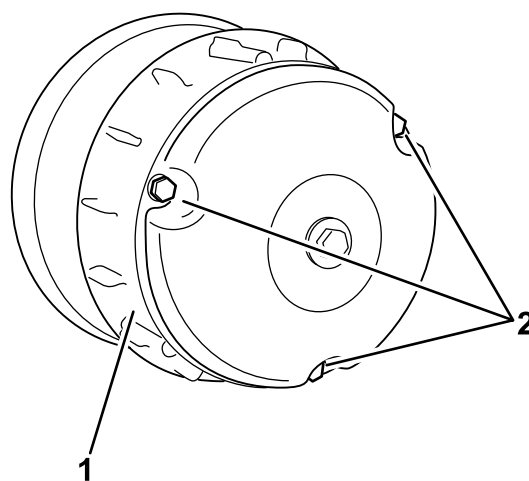

Figura 61
- Instale la tapa del embrague, fijándola con los 3 pernos (Figura 61) que retiró en 2.
- Retire los 3 pernos que sujetan la cubierta al embrague, y retire la cubierta (Figura 61).